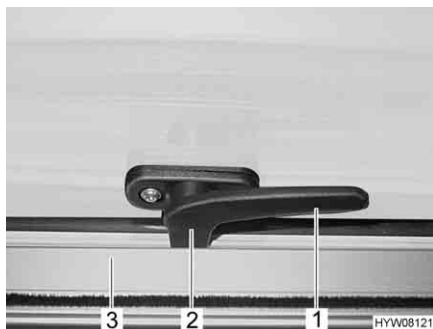

Fig. 47 Leva di serraggio in posizione "Chiuso"
- Ruotare la leva di serraggio (Fig. 47,1) di un quarto di giro verso il centro della finestra.
- Ruotare la leva di serraggio (Fig. 47,1) di un quarto di giro verso il telaio della finestra. Il nasello di chiusura (Fig. 47,2) si trova sul lato interno della chiusura della finestra (Fig. 47,3).